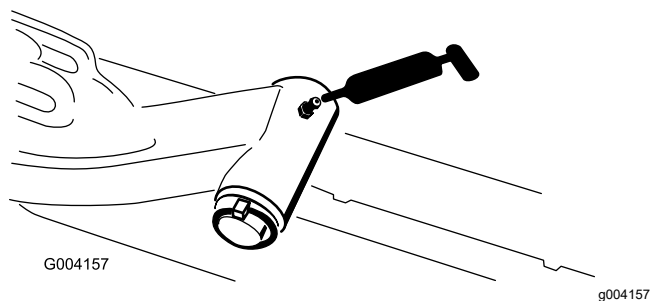

Figure 74
- Axe de pivot des bras de levage (x1) – Figure 74